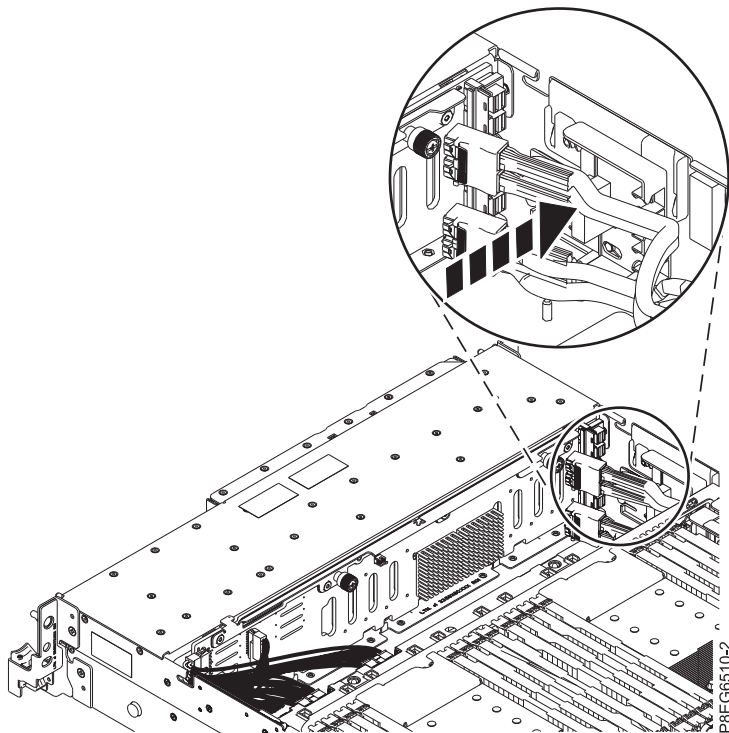

図 5. ガイド・ブロックへの前面 SAS ケーブルの取り付け直し
8. 8 ページの図 5 に示すように、シャーシの側面にあるガイド・ブロックに前面 SAS ケーブルを取り付け直します。